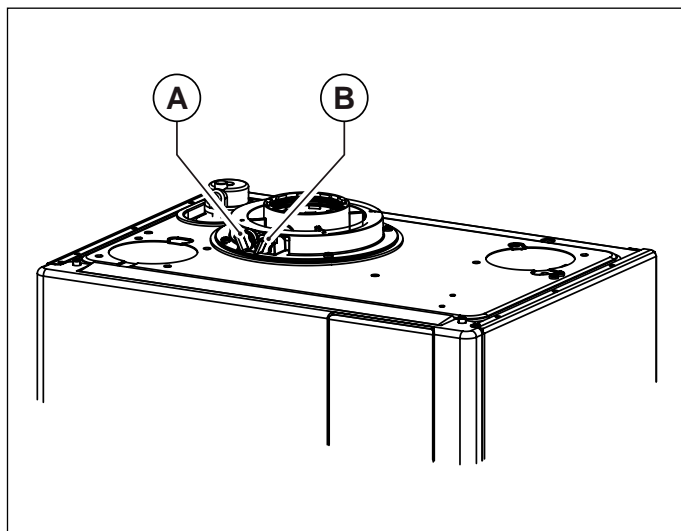
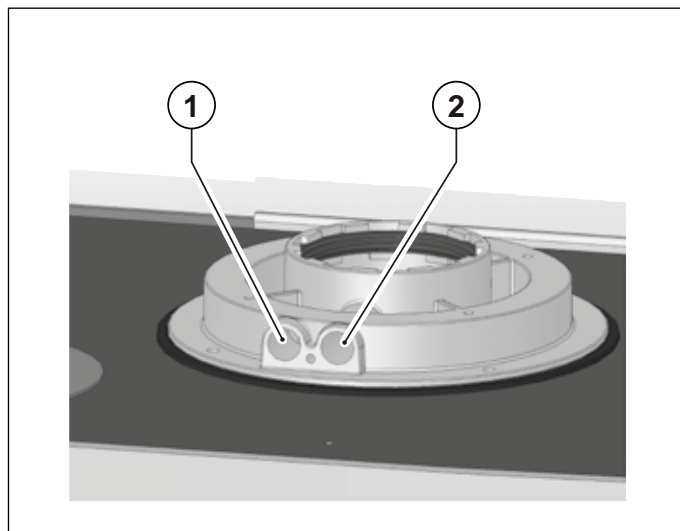

Fig. 20 Poziția bușoanelor
Fig. 21 Poziția orificiilor
Centrala termică este prevăzută cu un turn pentru racordarea conductelor de aspirație aer/evacuare gaze arse (vezi Fig. 20 Poziția bușoanelor și Fig. 21 Poziția orificiilor).
În turn au fost prevăzute orificii pentru accesul direct al aerului de combustie și pentru evacuarea gazelor arse (vezi Fig. 20 Poziția bușoanelor).
Înainte de a efectua măsurătorile înlăturați bușoanele A și B din orificiile prevăzute pe turn (vezi Fig. 20 Poziția bușoanelor).
- măsurarea aerului de combustie preluat din orificiul 1 (vezi Fig. 21 Poziția orificiilor).
- măsurarea temperaturii gazelor arse și a CO₂ prelevat din orificiul 2 (vezi Fig. 21 Poziția orificiilor).